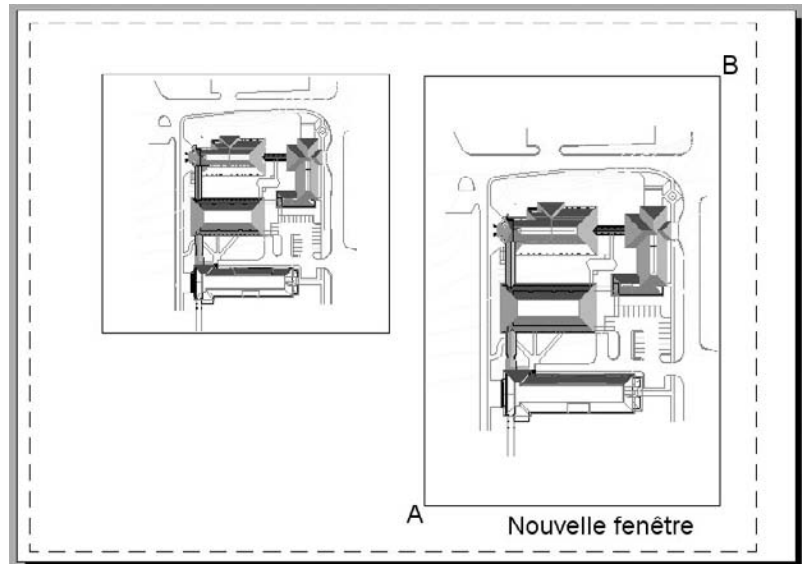

Fig.23.12
- 3 Dans la présentation spécifier deux points (A et B) pour indiquer la position et les dimensions de la nouvelle fenêtre (fig.23.12).